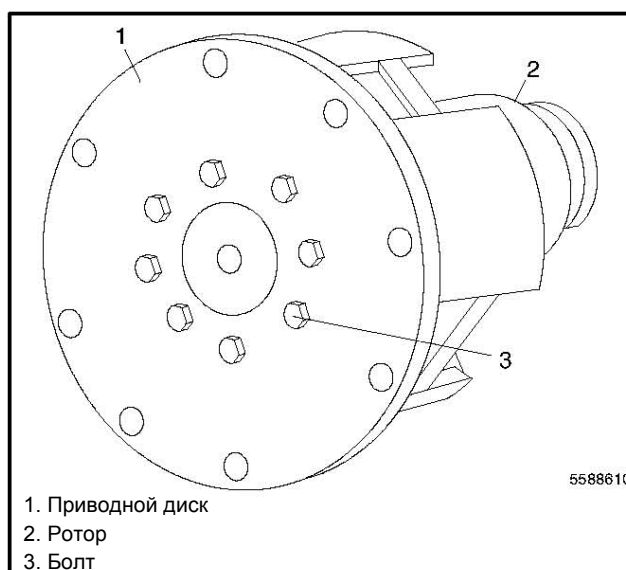

Рисунок 9-11 Приводной диск
32. Зажать ротор в тисках с мягкой прокладкой на зажимных губках. Снять 8 болтов и снять узел приводного диска с ротора. См. Рисунок 9-11.